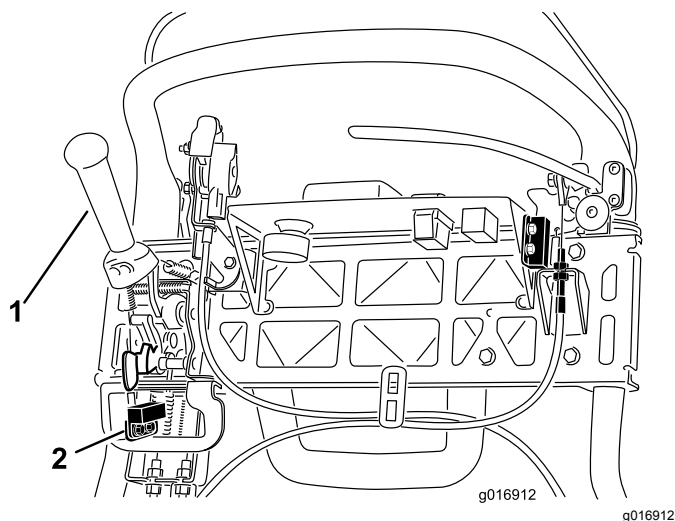

Figure 41
4. Desserrez les fixations du contacteur de sécurité (Figure 41).
5. Placez une cale de 1,6 mm d'épaisseur entre le levier de commande de déplacement et le contacteur de sécurité (Figure 41).